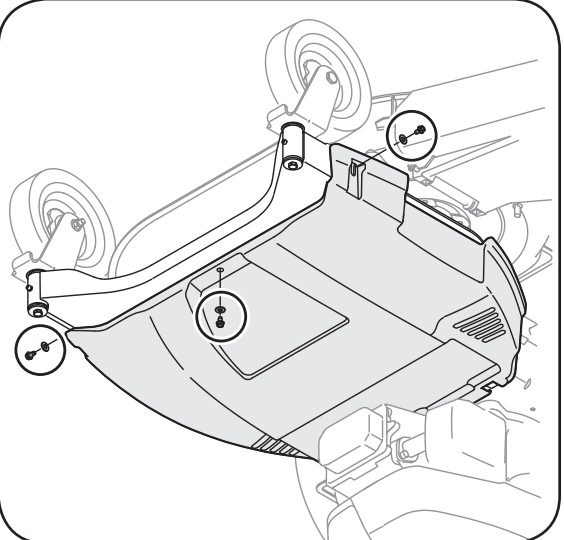

Figure 5-6
- vis et les trois rondelles qui le maintiennent sur le châssis. Voir la Figure 5-6.
Les fusées du plateau de coupe sont entraînées par la courroie de distribution qui garantit que les lames sont toujours perpendiculaires l'une à l'autre. Vérifiez la courroie de distribution ou après avoir frappé un objet. 1. Démontez le couvre-courroie en enlevant les trois vis et les trois rondelles qui le maintiennent sur le châssis. Voir la Figure 5-6.